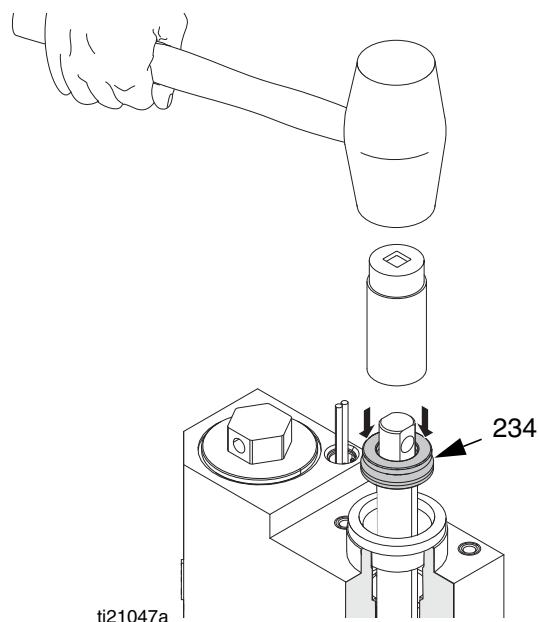

FIG. 29
3. Empuje el conjunto de la varilla del pistón (223) en el colector de salida del fundidor (203).
4. Engrase el sello en U del cuello (234) y deslice el sello en U sobre la varilla del pistón (223) con las pestañas mirando hacia abajo.
5. Coloque una llave de tubo de 7/8 pulg. (tracción de 3/8 pulg.) sobre la varilla del pistón (223) y luego use un martillo de goma para golpear suavemente el sello en U del cuello (234) y colocarlo en su lugar. Consulte FIG. 29.